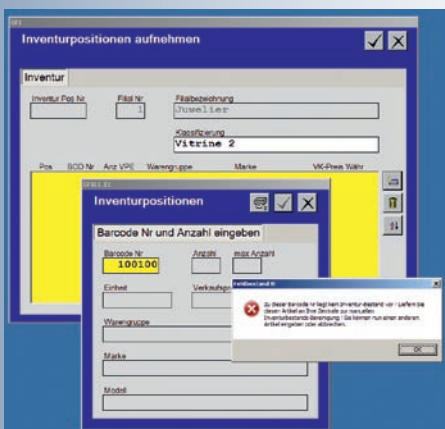

Abb. 13
Um den Inventurvorgang fortzusetzen, müssen sie wieder auf den Menüpunkt **Inventur => Inventurpositionen => anlegen**. Hier markieren Sie die initialisierte Filiale und übernehmen mit dem Häkchen. Legen Sie gemäß Ihrem Ablaufplan wiederum eine Klassifizierung – in unserem Beispiel Vitrine 2 – fest, gehen auf **Datensatz anlegen** (Abb. 13) und scannen die Barcodenummer Ihres Artikels ein.
Wie Sie in Abb. 13 sehen, erhalten Sie bei der oben genannten Barcodenummer (Artikel ist vorhanden, Barcode wurde eingegeben oder eingescannt) die Mitteilung, dass zu dieser Barcodenummer kein Inventurbestand vorliegt. Auf diese Sonderfälle gehen wir am Ende unseres Exkurses unter **Besonderheiten** noch ausführlich ein.
1. Wenn Sie, wie in Abb. 13 ersichtlich, die Meldung erhalten, »Zu dieser Barcode Nr liegt kein Inventur-Bestand vor«, kann dies folgende Gründe haben: